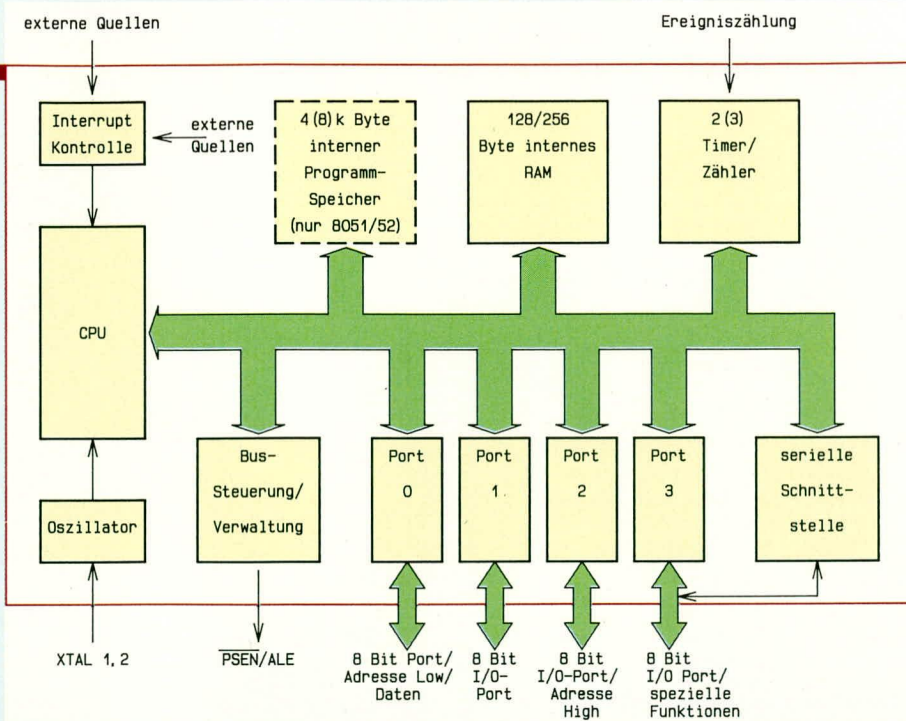

Bild 1: Struktur des 8051/52
Abbildung 1 zeigt in vereinfachter Form die Struktur des 8051. Zentraler Bestandteil des Bausteins ist die CPU (Central Processing Unit), die den Akkumulator (A), den Hilfsakkumulator (B) für Multiplikation und Division, das Rechenwerk (ALU Arithmetik Logical Unit), das Programm-Status-Wort (PSW), vier Registerbänke, den Stack-Pointer (SP) sowie den Data-Pointer (DPTR) zur Adressierung des externen Datenspeichers beinhaltet. Weiterhin sind hier noch der Programmcounter (PC), der Befehlsdecoder und die zeitliche und logische Steuerung untergebracht.